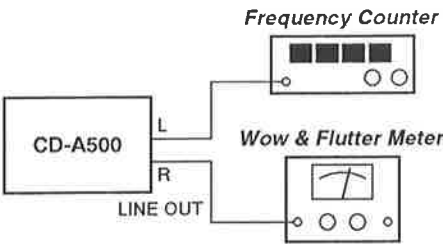

Fig. 4-1
- 1. Connect a wow-and-flutter meter to the deck as shown in Fig. 4-1.
- 1. Fig. 4-1のようにワウ・フラッタメーターを接続する。
- 1. Connect a frequency counter to the deck as shown in Fig. 4-1.
- 1. Fig. 4-1のように周波数カウンターを接続する。